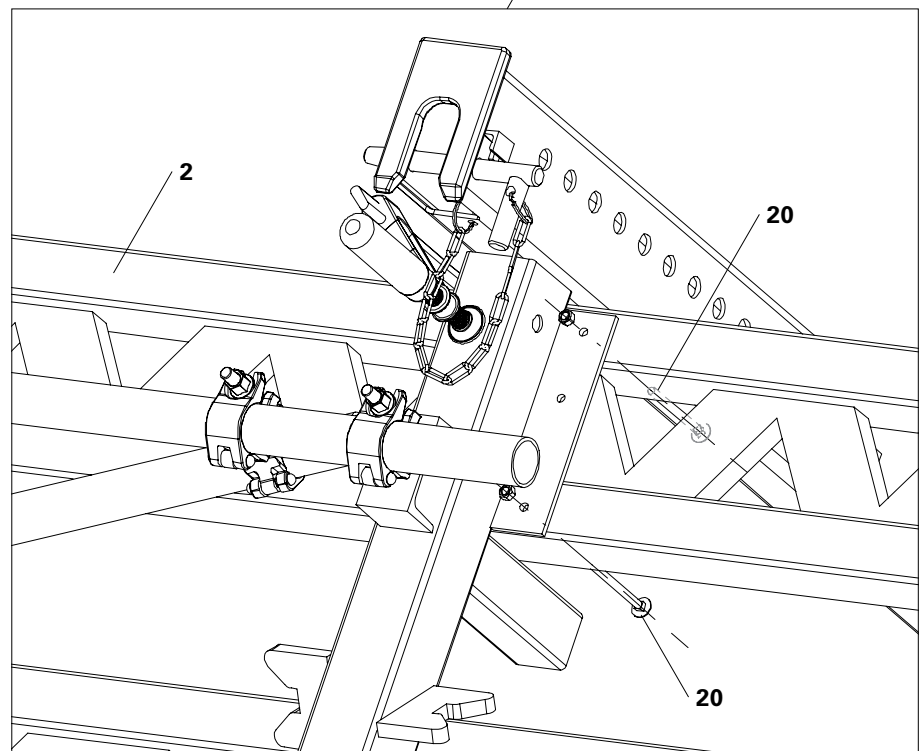

Fig. A1.08a
1. Fissare la trave reticolare GT 24 (2) con i morsetti.
2. Preforare la trave reticolare GT 24 ($\varnothing 8$) e avvitarla a ciascuna piastra di fissaggio con due bulloni a testa tonda DIN 603 M8 x 100, MU (20). (Fig. A1.08a)